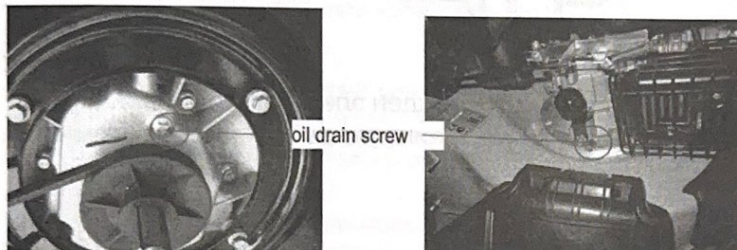

Рис. 22
- Ослабьте винт для слива масла шестигранным ключом и снимите его (рис. 22).